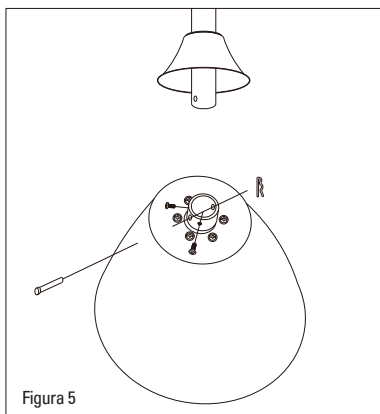

Figura 5
5. Afloje dos tornillos de fijación del soporte de la varilla de bajada y, a continuación, coloque la varilla de bajada en el soporte de la varilla de bajada (figura 5).